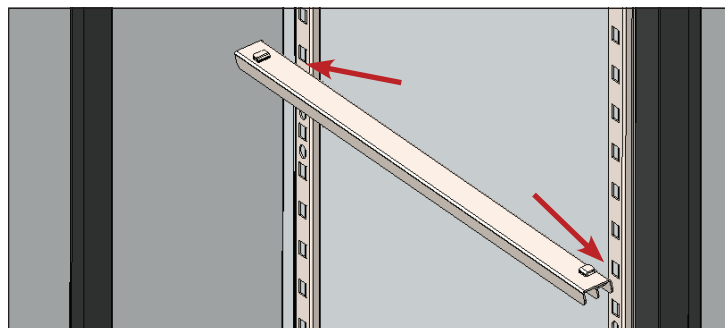

Figure 1. Alignez les languettes sur les encoches.
2. Alignez les languettes de la coulisse de clayette/bac sur les encoches des piliers avant et arrière à la hauteur voulue. Voir Fig. 1.